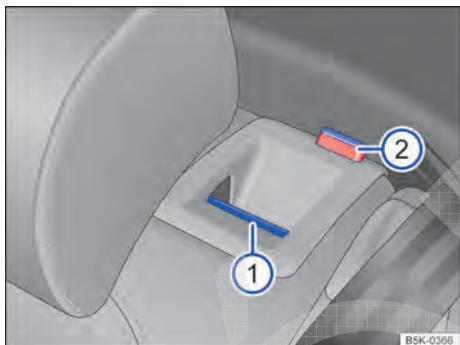

Fig. 104 No encosto do banco traseiro: botão de destravamento ①, marcação vermelha ②.
- Puxar o botão de destravamento ⇒ **Fig. 104** ① para frente e, ao mesmo tempo, rebater o encosto do banco traseiro para frente.
- O encosto do banco traseiro estará destravado se uma marcação vermelha no botão ② estiver visível.
O encosto do banco traseiro estará destravado se uma marcação vermelha no botão ⇒ **Fig. 104** ② estiver visível.